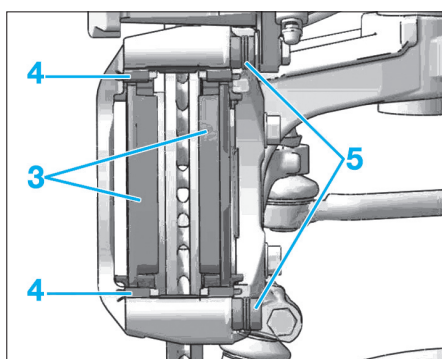

Fig. 2
- Déposer la vis (1).
- Faire pivoter l'étrier (2) vers le haut.
- Déposer les plaquettes de frein (3) (Fig.2).